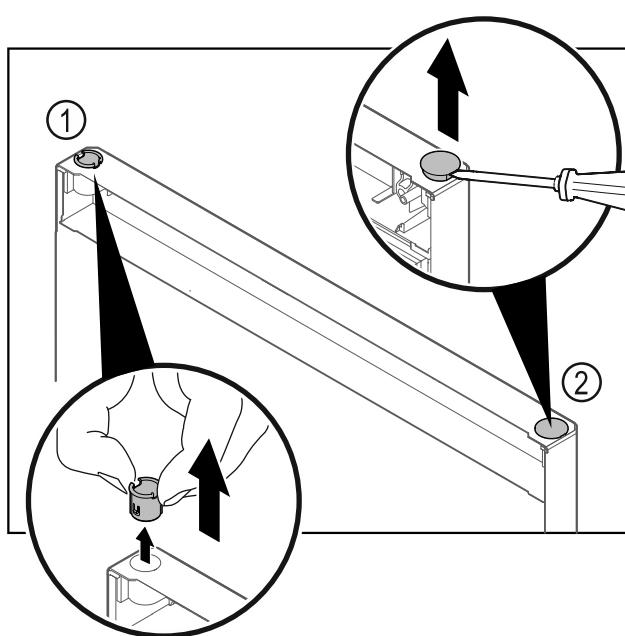

Fig. 39 Dvere mazničky
- ▶ Vytiahnite puzdro závesu Fig. 39 (1) prstami.
- ▶ Plochým skrutkovačom opatrne nadvihnite kryciu zátku Fig. 39 (2) a vytiahnite ju.